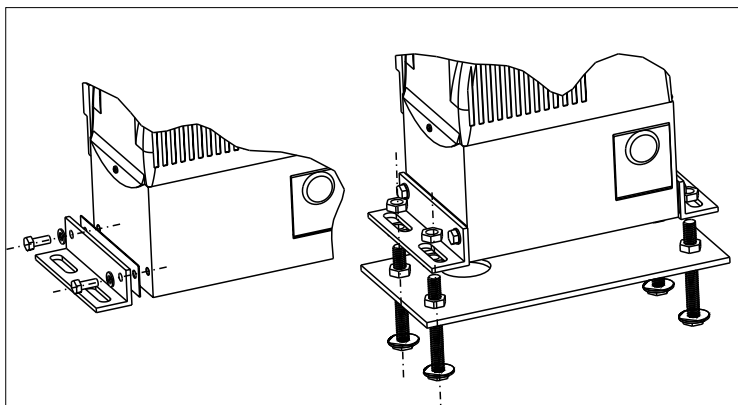

Fig. 4
4.1. Fijar al motorreductor los angulares laterales de fijación con los tornillos en dotación (Fig. 4).
4.2. Fijar el motorreductor a la placa de fundación regulando la posición lateral y su altura (Fig. 4 - Fig. 5) para respetar las cotas mencionadas en Fig. 2.